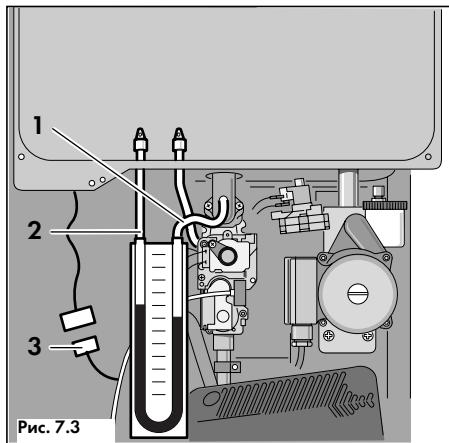

Рис. 7.3
Включить режим "Отопление и горячая вода" . Установить регулятор температуры подающей линии (3, рис. 6.4) на "9". Разъединить разъем датчика NTC (3, рис. 7.3);
- У аппаратов VU восстановить соединения датчика NTC (3, рис. 7.3);
- Отвернуть запорный винт (1, рис. 7.1) и присоединить одну трубку U-образного манометра к измерительному штуцеру аппарата (1, рис. 7.2); Удалить пластиковую заглушку и закрепить другую трубку U-образного манометра на трубке турбо-камеры (2, рис. 7.3).
Разъединить разъем датчика NTC (3, рис. 7.3);
- Выключить аппарат, отсоединить манометр, плотно закрутить винт измерительного штуцера (1, рис. 7.2) и проверить его на герметичность. Восстановить соединения датчика NTC (3, рис. 7.3);
Восстановить соединения датчика NTC (3, рис. 7.3);
- Закрыть заглушкой измерительную трубку турбо-камеры (2, рис. 7.1). У аппаратов VU восстановить соединения датчика NTC (3, рис. 7.3);